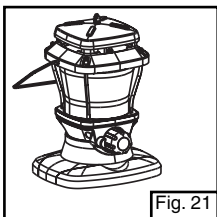

Fig. 21
- La lanterne peut être placée sans son socle pour un rangement sans risque. (Fig. 21)